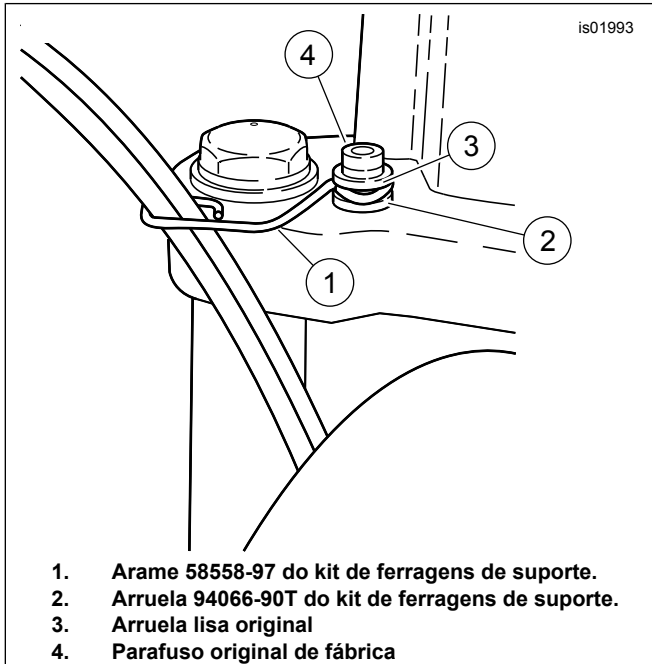

Figura 1. Conexão dos cabos do acelerador
3. Consulte Figura 1. Use o arame (1) do kit de ferragens de suporte para prender os cabos do acelerador no prendedor de montagem superior, conforme mostrado. Coloque a arruela cromada (2) do kit entre o arame e a porca do prendedor de montagem.